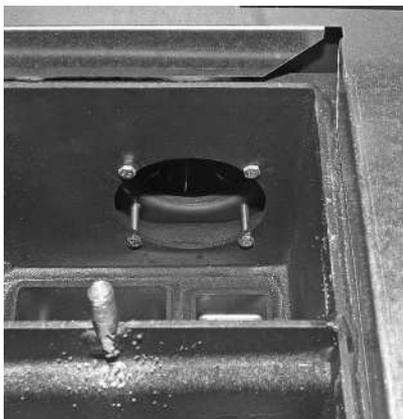

Fig. 31 Rimuovere le 4 viti
- Rimuovere le 4 viti a testa esagonale interne in corrispondenza delle superfici riscaldanti – Fig. 31. Rimuovere con cautela il ventilatore gas combusti.